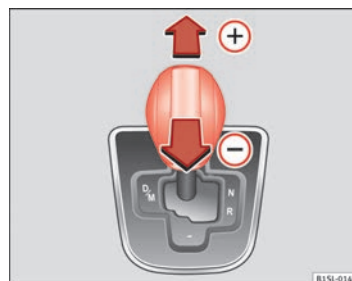

Fig. 89 Levier sur la position Tiptronic.
- Poussez le levier sélecteur vers l'avant  ou l'arrière  pour passer à une vitesse supérieure ou inférieure respectivement ⇒ fig. 89.